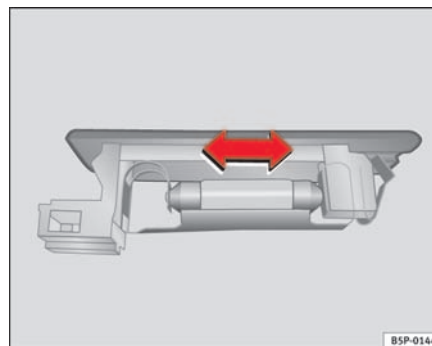

Abb. 195 Gepäckraumbeleuchtung
- Die Lampe zur Seite drücken und aus ihrer Halterung herausnehmen ⇒ Seite 266, Abb. 195. ■